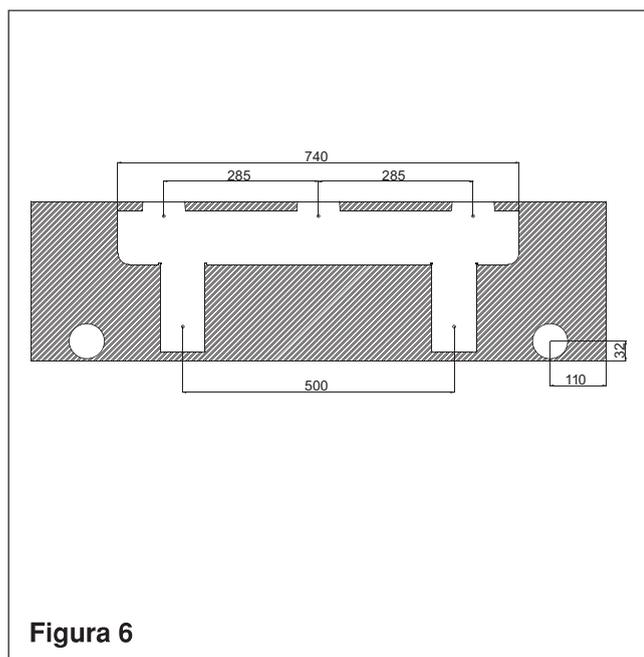

Figura 6
Figura 6 mostra la posizione della piastra del montaggio riguardante il formato dell'unità.
1. Contrassegni la posizione dei fori da qualsiasi lato della piastra di montaggio come indicate in figura 6 e perfora ad un angolo in discesa 5° come indicate in figura 8.